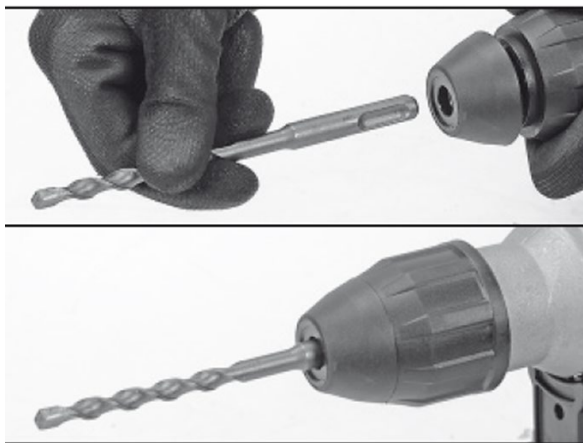

Рисунок 3. Схема встановлення свердла (зубила) в патрон типу «SDS-plus».
- вставити свердло (зубило) (рис. 3) в патрон, трохи відтягнувши обойму патрона;